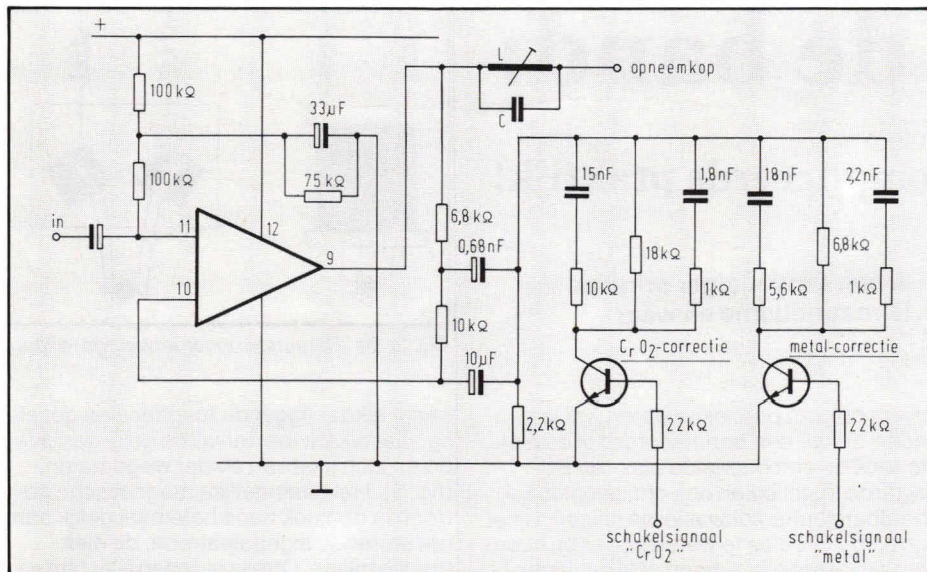

Fig. 4. Weergeefversterker.
Het signaal dat moet worden opgenomen komt via de microfoon en/of lijnversterkers binnen en wordt via de Dolby schakeling toegevoerd aan de opneemversterker, zie fig. 3. Deze wordt gevormd door een operationele versterker (fig. 4) met daarachter de correctienetwerken voor de drie bandsoorten. Het omschakelen van deze correctienetwerken geschiedt automatisch met behulp van de 'voelers' in het cassettecompartiment. Deze vervangen de normale druktoetsen voor het kiezen van de bandsoort. Het signaal van de opneemversterker wordt – op de juiste wijze gecorrigeerd-samen gevoegd met de HF-bijstroom (bias) en toegevoerd aan de opneemkop. Aangezien deze laatste een combi-kop is, wordt de kop omgeschakeld voor zijn opneemfunctie.
naast elkaar liggende magneculen gezellig naar elkaar toe, terwijl de gelijkgerichte polen zich juist van elkaar wegdraaien, (fig. 3). Het uiteindelijke magnetische patroon is dan ook nooit helemaal gelijk aan het sturende signaalpatroon, de elektrische trilling. Om deze reden is er bij een analoge opname, waarvan hier dus sprake is, altijd sprake van een zekere mate van vervorming. Bij digitale registratie, waarbij de signaalbron een blokvormig signaal is, dat of positief of negatief is gepolariseerd ('ja' en 'nee'), liggen de magneculen als blokken 'ja' of 'nee' keurig Noord-Zuid georiënteerd. Bij digitale registratie treedt dan ook geen vervorming op, zie fig. 4.
*Fig. 4. Een blokvormig magnetisch veld geeft een volkomen gelijkmatige verdeling, dus geen vervorming. Een sinusvormige veld bijv. geeft géén gelijkmatige verdeling, waardoor dus een aantasting van het signaal ontstaat met als resultaat: vervorming!*
hysteresiskromme wordt in dat geval ook vierkanter en men spreekt dan ook van de vierkantsverhouding van deze kromme (fig. 4).